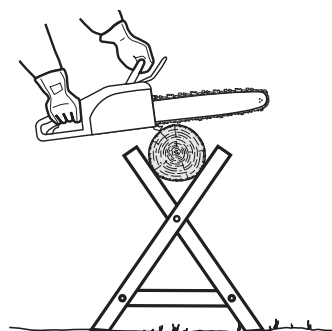

Fig. 44
- > Posez les petits rondins sur un tréteau ou sur un autre rondin pour les couper (Fig. 44).